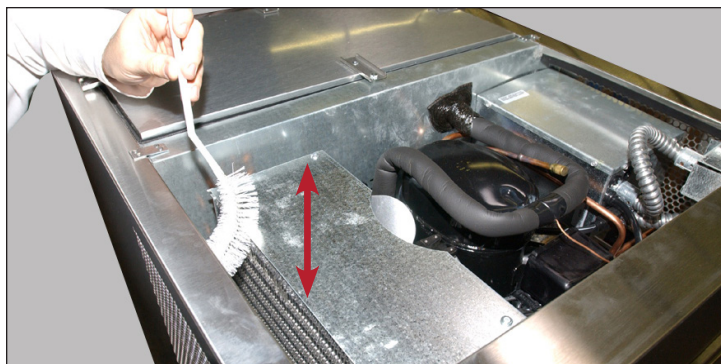
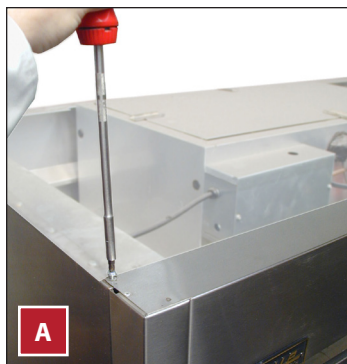

Figure 2. Selon l'accessibilité, nettoyez le serpentin du condenseur. Ne brossez jamais perpendiculairement aux ailettes du serpentin.
Figure 3. Démontez le pare-pluie.
3. Selon l'accessibilité, nettoyez soigneusement avec une brosse douce les saletés accumulées sur les ailettes du serpentin de condenseur avant. Voir Fig. 2. Si l'accès est impossible ou si vous ne pouvez pas nettoyer complètement le serpentin du condenseur, démontez le pare-pluie. Voir les figures 3 et 4.